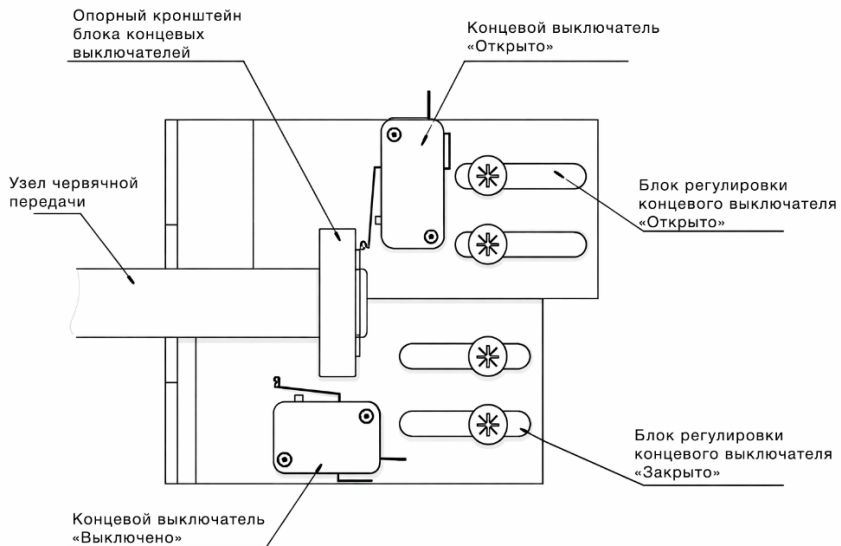

Рис. 2. Контроллер момента (MT)
**Контроллер момента** (Рис. 2): при превышении заданного момента на выходном валу червяк получает осевое смещение и через подшипник воздействует на кулачок, который активирует микровыключатель, отключающий двигатель. Узел унифицирован для всей серии.
### 2.3.1. Регулировка контроллера момента (Рис. 2)